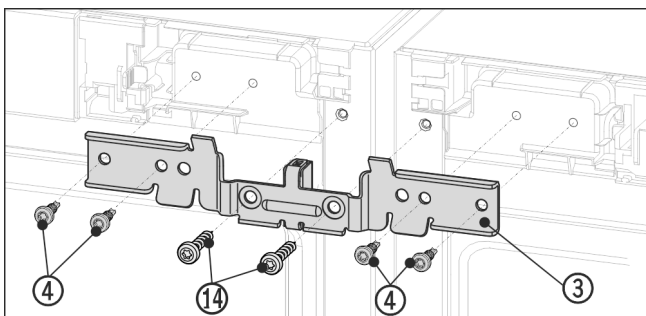

Fig. 12 Príklad zobrazenia
- ▶ Uholník Fig. 12 (3) s dištančným dielom zasuňte medzi zariadenia a na čapy. Uholník voľne priskrutkujte striedavo vpravo a vľavo pomocou štyroch skrutiek Fig. 12 (4) a predtým vyskrutkovaných uzemňovacích skrutiek Fig. 12 (14).